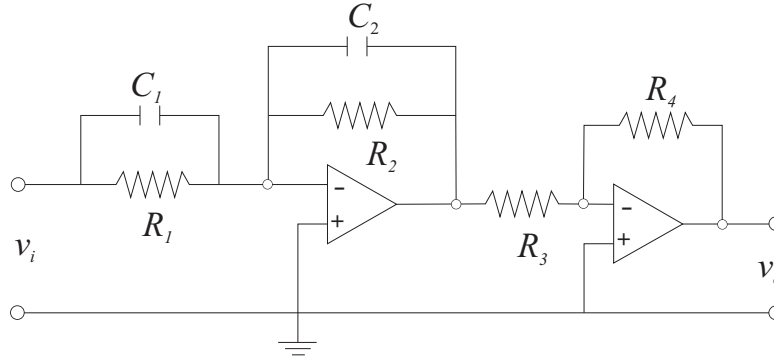

Figura 2: Circuito avanço ($R_1C_1 > R_2C_2$) ou atraso ($R_1C_1 < R_2C_2$).
2. Escrever as equações dinâmicas e obter as funções de transferência para os circuitos avanço e atraso de fase da Figura 2.